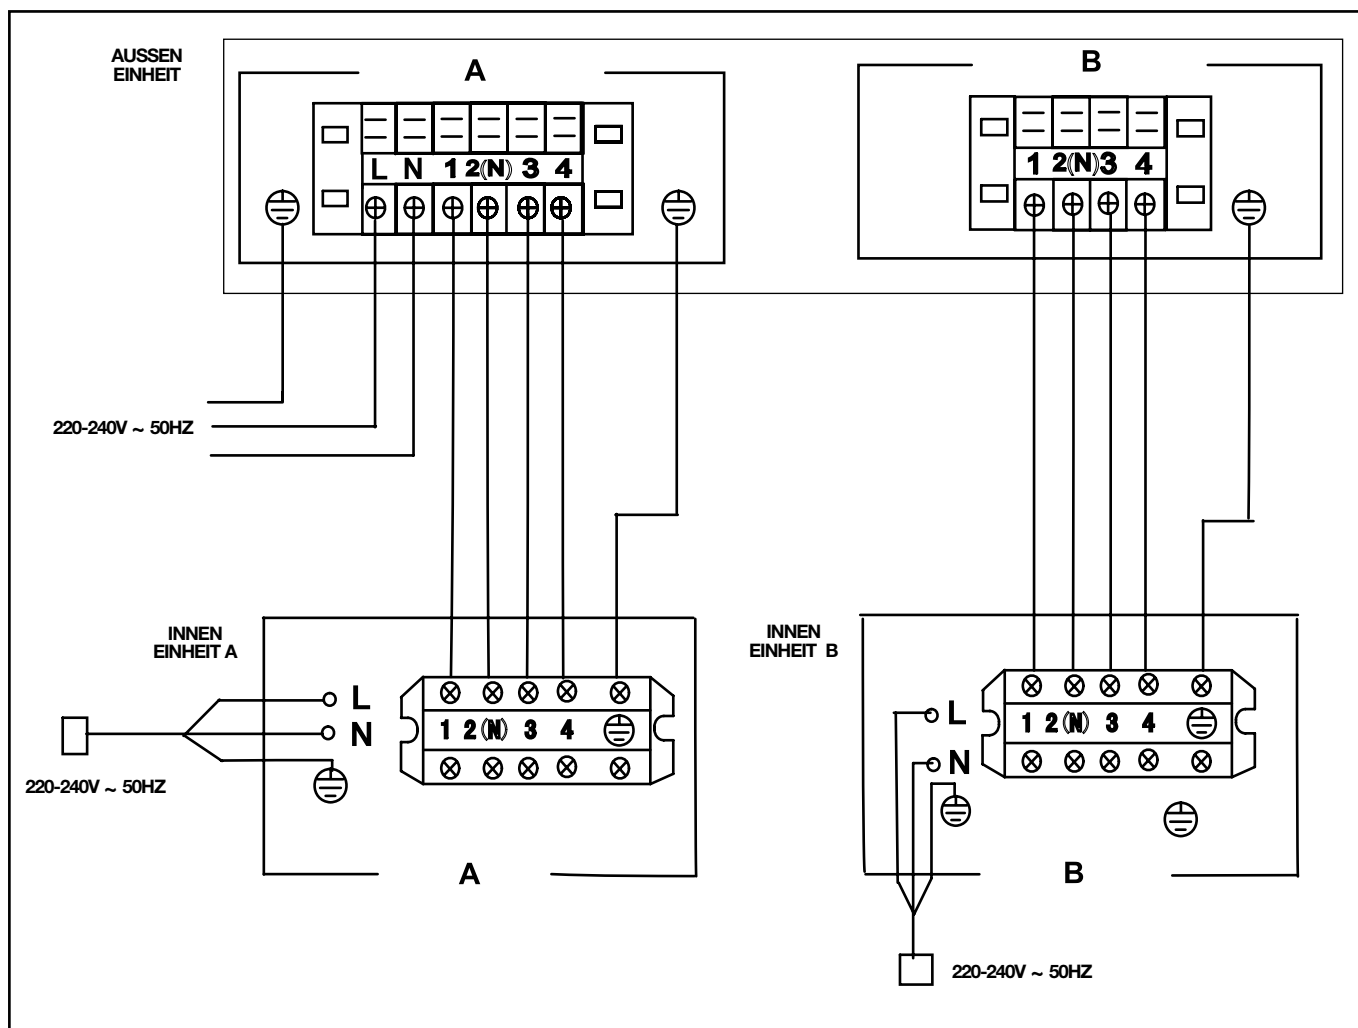

Abb.17
3. Schließen Sie die Kabel wie an den Endverschlüssen angegeben an (Abb. 17).
2. Schließen Sie die Kabel wie an den Endverschlüssen und auf dem Klemmbrett angegeben an (Abb. 17).